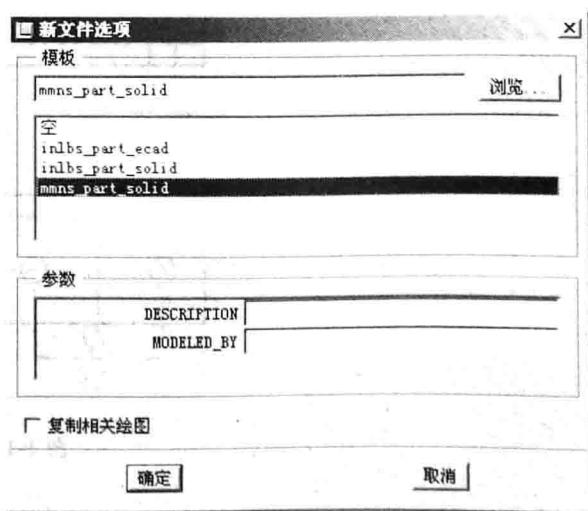

图 1-4 【新文件选项】对话框
(2) 出现【新文件选项】对话框，选用“mmns_part_solid”模板，如图 1-4 所示，单击【确定】按钮。